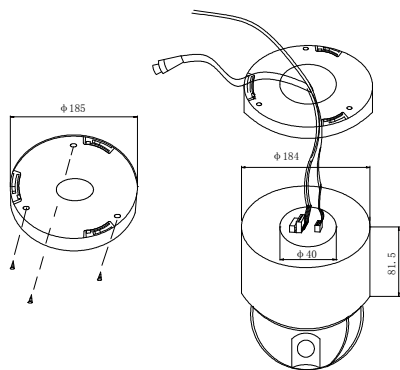

图 8
7. 从球机上取下安装底座盘，将连接线从底盘中心孔中向后穿入。按图 8 中所示用三只固定螺丝将底盘固定在天花板上，并将外部接线与球机连接上，球体中的锁紧扣按图中 8 所示与底盘上的上缺口对齐安装，当球体向上到位后将球体向顺时针方向转动，直到 底盘上的弹片起作用为止。当天花板后部不能走线时，可将球体外壳边缘开一走线孔。